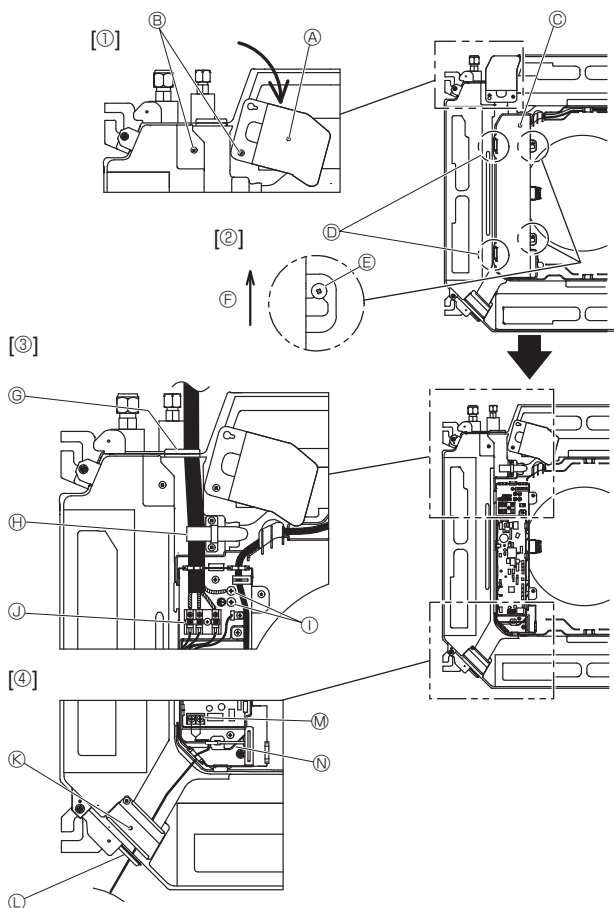
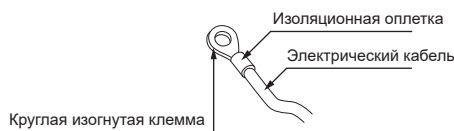
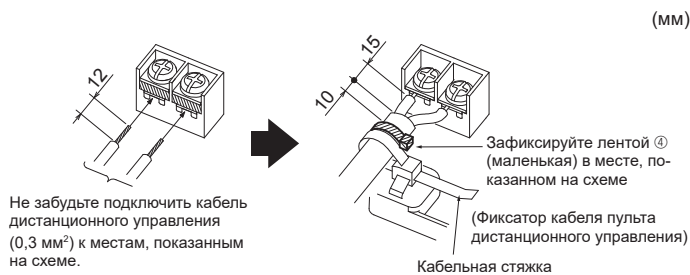

Fig. 6-1
Fig. 6-2
Fig. 6-3
### 6.1. Внутренний прибор (Fig. 6-1)
1. Ослабьте 2 винта, обеспечивающих фиксацию сервисной панели электропроводки, а затем поверните ее. [Fig. 6-1 ①]
2. Ослабьте 2 винта, крепящих крышку распределительного щита, а затем сдвиньте ее. [Fig. 6-1 ②]
3. Проложите силовой кабель, соединительный кабель внутреннего/наружного блока и кабель заземления через вводы проводки, указанные на диаграмме. [Fig. 6-1 ③] Поместите экранированную часть силового кабеля и внутреннего/наружного соединительного кабеля в распределительный щит. Используйте круглые изогнутые клеммы как клеммы внутреннего/наружного соединения и дополнительный комплект клемм источника электропитания. [Fig. 6-2] Если вы не можете использовать круглые обжимные клеммы, см. Fig. 6-3–6-6. По вопросам подключения см. п. 6.1.1. и 6.1.2.
4. Проложите кабель управления через вводы проводки, указанные на диаграмме. [Fig. 6-1 ④, Fig. 6-3] По вопросам подключения см. п. 6.1.1. и 6.1.2.